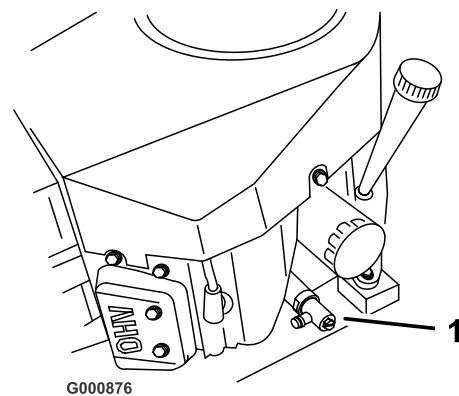

Bild 25
5. Schieben Sie den Ablassschlauch auf das Ölablassventil (Bild 25).
6. Stellen Sie eine Auffangwanne unter den Ölablassschlauch. Öffnen Sie das Ventil entweder mit einem Flachsraubenschlüssel oder einem 10 mm Schlüssel (Bild 25).
7. Drehen Sie das Ventilende nach links, um das Ventil zu öffnen (Bild 25).
8. Drehen Sie nach dem kompletten Abfließen des Öls das Ablassventil nach rechts, um es zu schließen (Bild 25).
10. Reinigen Sie den Bereich um den Peilstab und drehen den Verschlussdeckel ab (Bild 25).
11. Gießen Sie ca. 80 % der angegebenen Ölmenge langsam in den Einfüllstutzen (Bild 25). Siehe „Warten des Motoröls“ unter Warten des Motors , Seite 25.